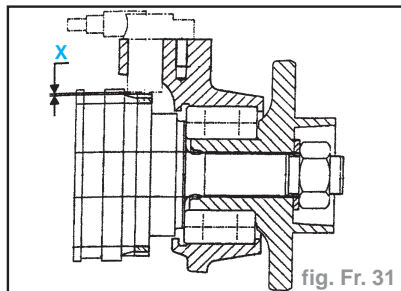

fig. Fr. 31
- c) un contrôle d'entrefer à l'aide d'un jeu de cales (fig. Fr. 31) :